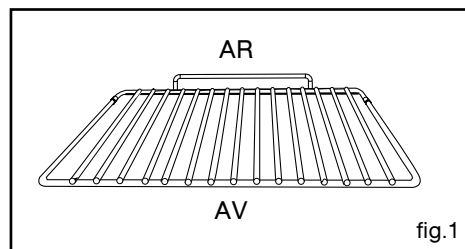

fig.1
• Grille sécurité anti-basculement fig.1